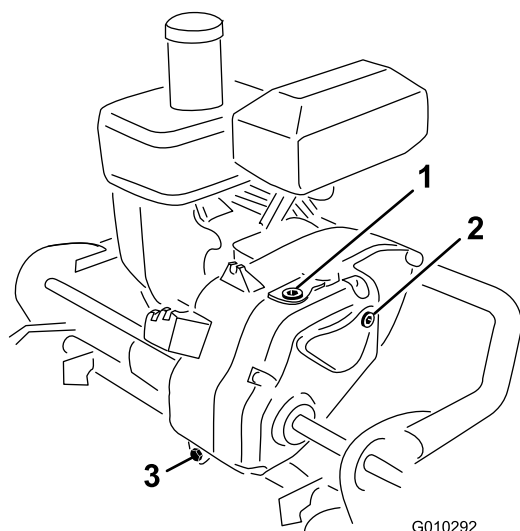

Figure 28
2. Retirez le bouchon de contrôle du côté droit de la transmission (Figure 28). Le niveau d'huile doit atteindre la base du trou de remplissage. Dans le cas contraire, retirez le bouchon de remplissage sur le dessus de la transmission et ajoutez une quantité suffisante d'huile du type correct pour rectifier le niveau.
2. Retirez le bouton de vidange à l'arrière de la transmission (Figure 28).
3. Appuyez sur le guidon et basculez la machine en arrière. Retirez les bouchons de remplissage et de contrôle de la transmission (Figure 28).